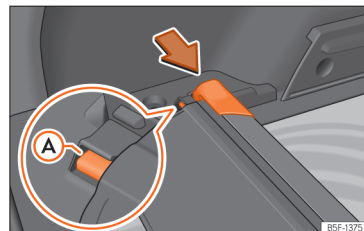

Abb. 182 Im Gepäckraum: Aufnahme zum Verstauen der aufrollbaren Abdeckung.
- Drücken Sie den Kopfteil der aufrollbaren Abdeckung in Pfeilrichtung, bis diese in der vorgesehenen Aufnahme einrastet >>> (Abb. 182). Stellen Sie sicher, dass das Gleitstück (A) in der entsprechenden Aufnahme einrastet.